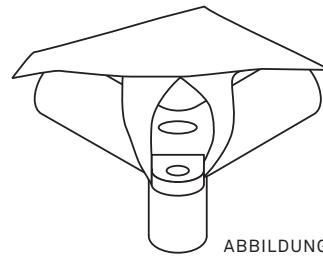

ABBILDUNG 4
- Legen Sie die Dachplane über den Rahmen. Ziehen Sie die Nylonschlaufen wie in Abbildung 4 dargestellt über die Ecken. An einer der Ecken befindet sich ein Zugband, mit dem die letzte Schlaufe mühelos darüber gezogen werden kann.